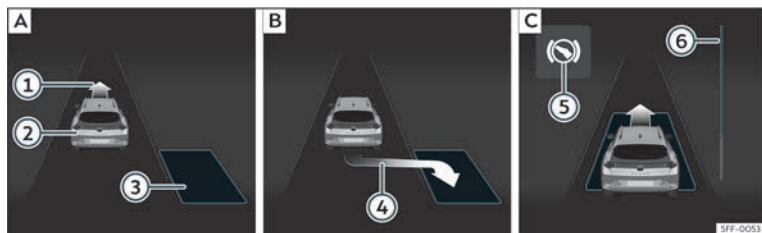
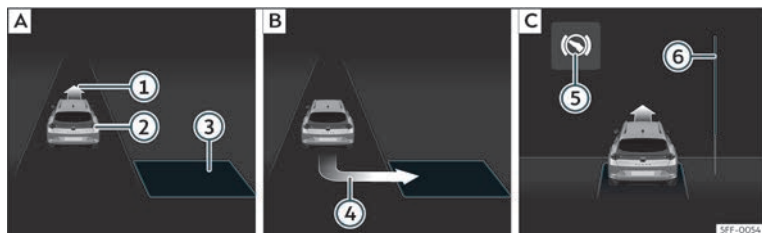

Fig. 180 Sur l'écran du combiné d'instruments : stationner en créneau. [A] Chercher une place de stationnement. [B] Position de stationnement. [C] Manœuvrer.
Fig. 181 Sur l'écran du combiné d'instruments : stationner en bataille. [A] Chercher une place de stationnement. [B] Position de stationnement. [C] Manœuvrer.
recte pour stationner» fig. 180 [B] ou» fig. 181 [B] a été atteinte. La place sera considérée comme « appropriée » si l'indication de stationnement ④ apparaît à l'écran du combiné d'instruments.
- Reculez jusqu'à ce que retentisse le signal continu du ParkPilot ; **OU** : reculez jusqu'à ce que l'indication de passer en marche avant >>> **fig. 180**  ou >>> **fig. 181**  apparaisse à l'écran du combiné d'instruments ; **OU** : reculez jusqu'à ce que le message **Park Assist terminé** apparaisse à l'écran du combiné d'instruments. La barre de progression  indique la distance à parcourir >>> page 298.
d'instruments. Le système de stationnement assisté dirige le véhicule en marche avant et en marche arrière jusqu'à ce qu'il soit centré sur la place >>> **fig. 180**  ou >>> **fig. 181** .
La barre de progression >>> **fig. 180**  et >>> **fig. 181**  affiche symboliquement la distance relative qu'il reste à parcourir à l'écran du combiné d'instruments. Plus la distance est grande, plus la barre de progression est remplie. En circulant en marche avant, le contenu de la barre de progression diminue vers le haut, et en circulant en marche arrière, il diminue vers le bas.